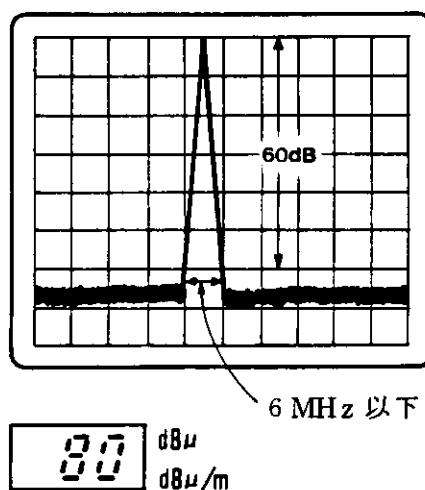

図5-4 バンド幅選択度のチェック
- TUNING**つまみをまわして、波形の両スロープが1div. の目盛線枠内に入るように合わせます。（図5-4）